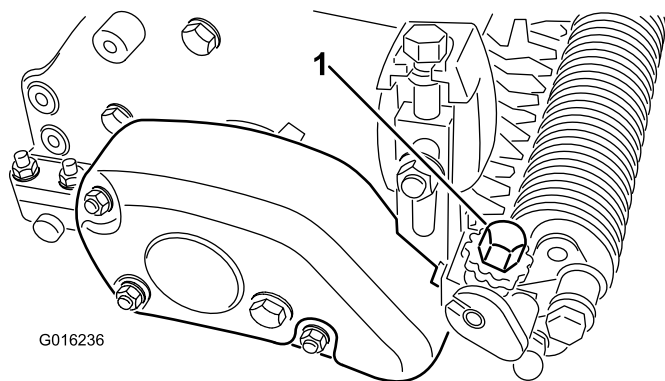

Figura 22
4. Numa extremidade do eixo do rastelo, meça a distância que vai da ponta da lâmina mais baixa do dispositivo até à superfície de funcionamento. Rode o manípulo de ajuste da altura do rastelo (Figura 22), para levantar ou baixar a ponta até à altura desejada do rastelo. Cada pino do manípulo de ajuste corresponde aproximadamente a 0,08 mm de profundidade do rastelo.